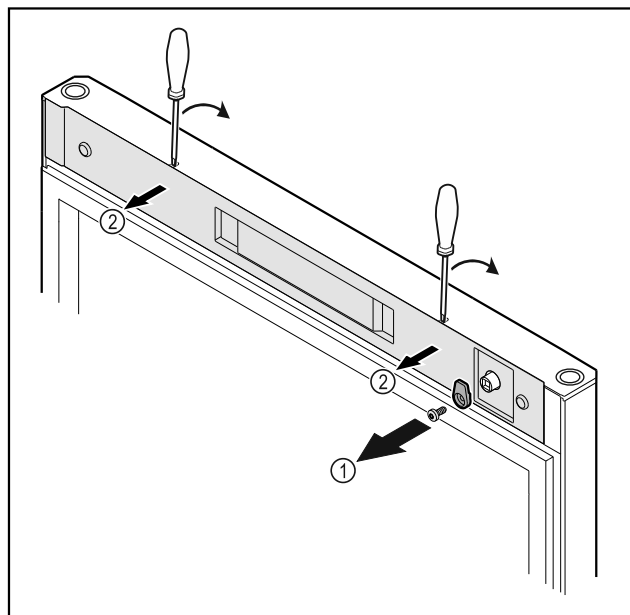

Fig. 18
- ▶ Lironi vidat e grepit të mbylljes Fig. 18 (1).
- ▶ Nxirrni nga foleja kapakun mbulues Fig. 18 (1) me një kaçavidë të vogël dhe hiqeni.